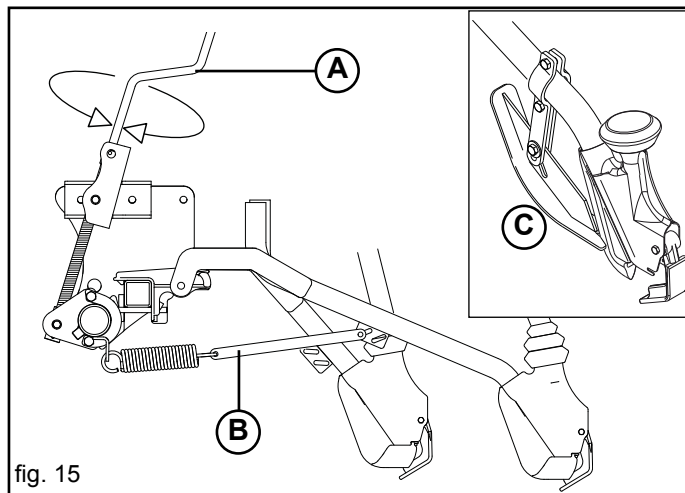

fig. 15
La profondeur d'ensemencement est réglée en même temps pour tous les rayonneurs moyennant une manivelle (Fig. 15) qui permet, si tournée dans le sens inverse des aiguilles d'une montre, d'exercer grâce à des ressorts de traction une pression supérieure des rayonneurs sur le terrain et de conséquence une chute plus profonde de la semence.
On peut ultérieurement régler la pression, séparément, en changeant la position de la tringle (B Fig. 15).
**ACCESSOIRES:** Uniquement avec socs à sabot, la profondeur est déterminée par le frotteur limiteur (C, Fig. 15) en modifiant sa position.